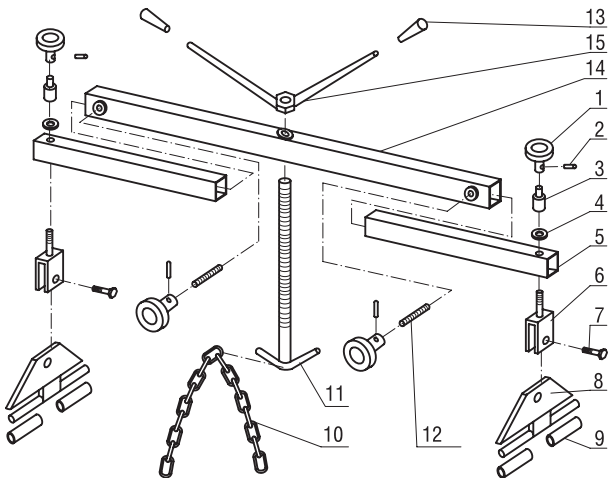

Рисунок 1 - Деталировка 8.93
1. Перед началом работы внимательно изучите инструкцию по эксплуатации. Сборку изделия осуществляйте согласно схемам на рис. 1 и 2 (см. стр. 6–7), смонтировав на центральную балку опоры и подъёмные винты.